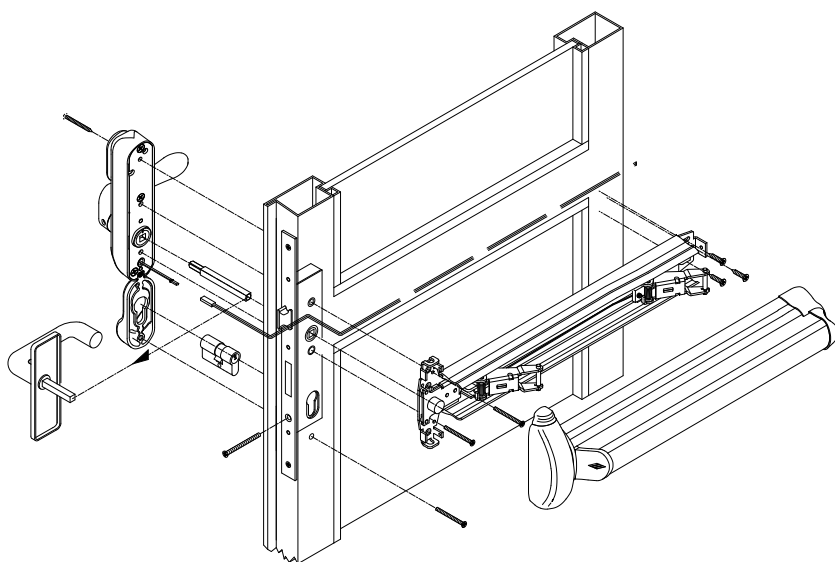
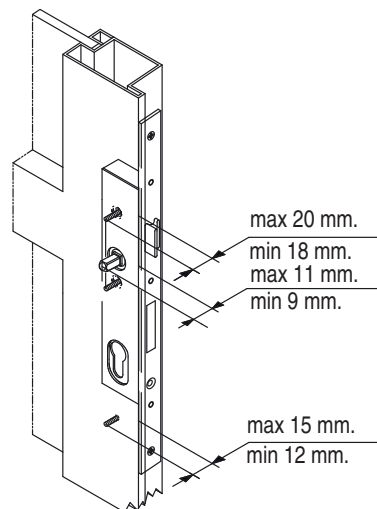

FIG. 4
FIG. 5
IT PREDISPOSIZIONE DELLA PORTA TAGLIAFUOCO PER IL MONTAGGIO CON ELETTROMANIGLIA VERSIONE INFILARE art. 1.07074.71.0 con interasse 92 mm. (Fig. 4 - Fig. 5)
- 4A. installare il quadro, fornito con l'elettromaniglia, verificando che la sporgenza sia compresa nelle dimensioni indicate in fig. 5;
Con il meccanismo della scatola principale del maniglione in appoggio dal lato interno porta, inserire le viti di fissaggio passante in dotazione, verificando che la sporgenza sia compresa nelle dimensioni indicate in fig. 5.
FR PREPARATION DE LA PORTE COUPE-FEU POUR LE MONTAGE AVEC POIGNEE ELECTRIQUE VERSION A ENFILER art. 1.07074.71.0 avec entraxe 92 mm. (Fig. 4 - Fig. 5)
- 4A. Installer le tableau fourni avec la poignée électrique, vérifier que son dépassement soit compris dans la plage de dimensions indiquées sur la fig. 5 ;
Avec le mécanisme du carter principal de la barre anti-panique situé sur le côté intérieur de la porte, insérer les goujons fournis et vérifier que leur dépassement soit compris dans la plage de dimensions indiquées sur la fig.5.
DE VORRÜSTUNG DER BRANDSCHUTZTÜR FÜR DIE MONTAGE EINES ELEKTRODRÜCKERS IN EINSTECKAUSFÜHRUNG Art. 1.07074.71.0 mit Dornmaß 92 mm. (Abb. 4 - Abb. 5)
- 3A. Die wie auf Seite 16 vorgesehene Bohrung auf dem Pfosten ausführen; Den mit dem Elektrodrücker mitgelieferten Vierkantstab montieren und sich dabei überzeugen, dass er nicht weiter vorsteht als in Abb. 5 angegeben;
- 5A. Die Zylinderplatte mit Dornmaß **92 mm** kann mit der eigens hierfür vorgesehenen Schraube am Elektrodrückerkörper befestigt werden. Mit dem auf der Türinnenseite aufliegenden Mechanismus des Hauptschlosskastens der Betätigungsstange die mitgelieferten durchgehenden Befestigungsschrauben einsetzen und sich überzeugen, dass sie nicht über die in Abb. 5 angegebenen Maße vorstehen.
EN PRE-SETTING A FIRE DOOR FOR INSTALLATION OF A MORTISE VERSION ELECTRIC HANDLE item 1.07074.71.0 with center distance 92 mm (Fig. 4- Fig. 5)
- 4A. install the square spindle supplied with the electric handle ensuring that its protruding part is within the dimensional range shown in fig. 5;
With the panic exit device main box mechanism resting against the door inside, introduce the supplied fixing screws, ensuring that their protruding part is within the dimensional range shown in fig. 5.
ES PREPARACIÓN DE LA PUERTA CORTAFUEGOS PARA MONTAJE CON ELECTROMANILLA VERSIÓN EMBUTIDA Art. 1.07074.71.0, con distancia entre ejes de 92 mm (Fig. 4 - Fig. 5)
- 4A. Instale el cuadrado suministrado con la electromanilla, verificando que la parte sobresaliente esté comprendida en las dimensiones indicadas en la Fig. 5;
- 5A. La placa cilindro, con distancia entre ejes de **92 mm**, puede ser fijada al cuerpo de la electromanilla con el correspondiente tornillo suministrado. Con el mecanismo del cofre principal de la barra apoyado en el lado interior de la puerta, introduzca los tornillos pasantes de fijación suministrados, verificando que la parte sobresaliente esté comprendida en las dimensiones indicadas en la Fig.5.
NL VOORBEREIDING VAN DE BRANDDEUR OP MONTAGE VAN ELEKTRISCHE HANDGREEP VOOR INSTEKMONTAGE art. 1.07074.71.0 met hartafstand van 92 mm. (Fig. 4 - Fig. 5)
- 4A. installeer het paneel dat bij de elektrische handgreep wordt geleverd. Controleer of het niet meer uitsteekt dan de afmetingen die staan aangegeven in fig. 5;
- 5A. de cilinderplaat met hartafstand van **92 mm** kan aan de elektrische handgreep worden bevestigd met de bijgeleverde schroef. Breng met het mechanisme van het hoofddeel van de handgreep tegen de binnenzijde van de deur de bijgeleverde tapeinden bevestigingsschroeven aan. Controleer of het niet meer uitsteekt dan de afmetingen die staan aangegeven op fig.5;
- 3B. install the square spindle supplied with the electric handle ensuring that its protruding part is within the dimensional range shown in fig. 5;